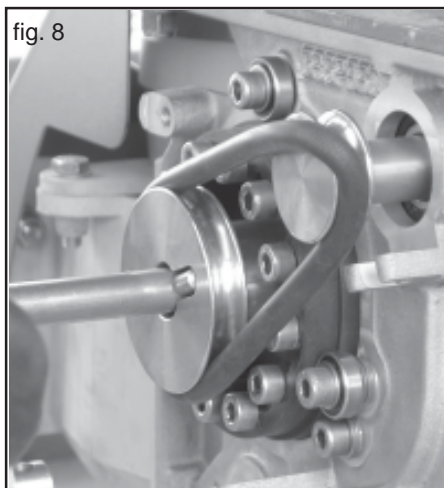

fig. 8
- Pour désactiver l'agitateur, soulever la courroie ronde sur le bord de la poulie motrice (Fig. 8) et, sur le côté opposé, tourner facilement le rouleau doseur dans la direction d'entraînement.